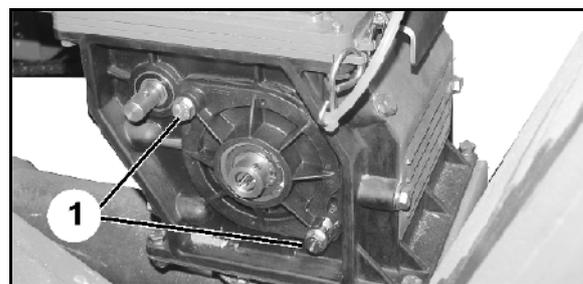

Fig. 70
3. Zwei Schrauben (Fig. 70/1) lösen, nicht abschrauben.